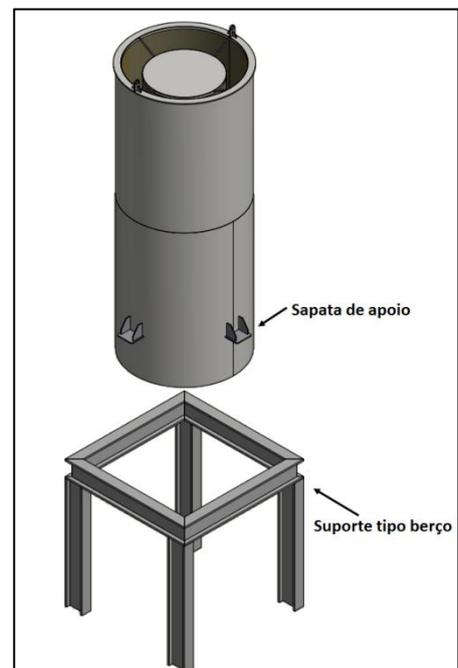

Figura 2
- 4- Instalar o equipamento em suporte tipo berço por apoio, dimensionado por profissional qualificado de acordo com o peso do mesmo informado no desenho dimensional. Figura 2.